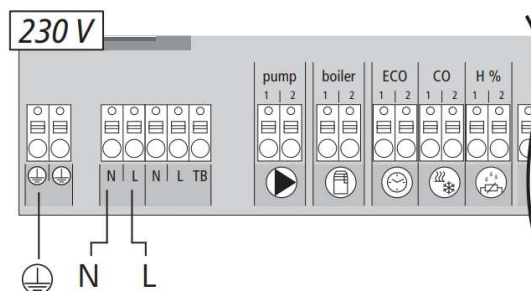

Imagen 2
- La alimentación eléctrica a 230V a la base de conexión se puede realizar a través de uno de los dos pares de terminales N y L. (Ver Imagen 2).